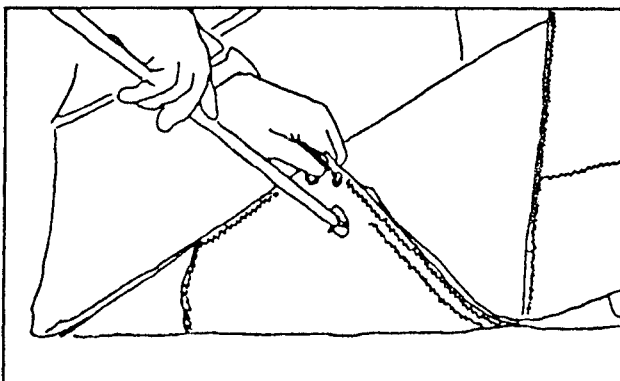

Figure 35
- 19) BEFESTIGE ZUM SCHLUß DIE ETWAS DICKERE SPANNLATTE. DIE SPANNLATTE WIRD AM HINTEREN ENDE DER SEITENSTANGE INNEN AN DEM DAFÜR VORGEGEHENEN BOLZEN EINGEHÄNGT UND AUßEN MIT DER SCHNUR DOPPELT GESPANNT (FIGURE 35,36).